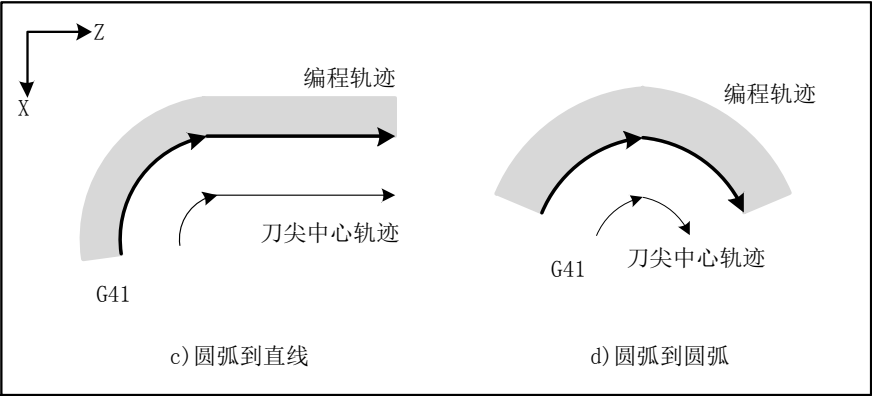

图 2. 31
b) 夹角 $>180^\circ$ 时, 如图 2. 32 和图 2. 33